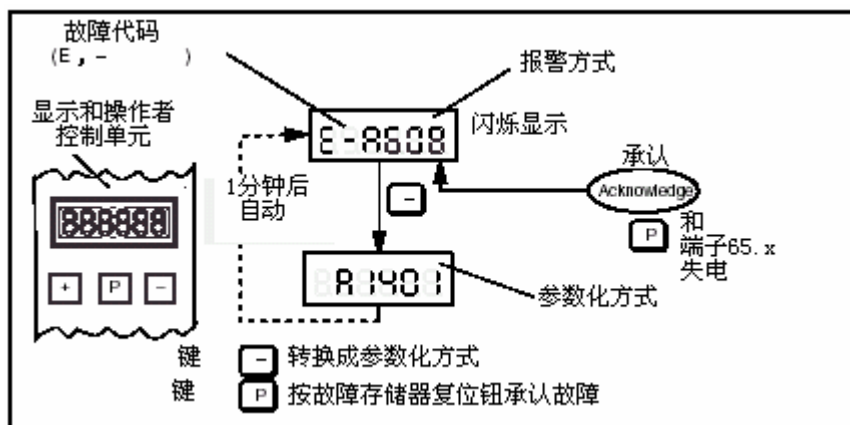

图 7-1 出现一个故障的处理
1. 一个故障已经出现后，其显示情况具体如下。（参见图 7-1）